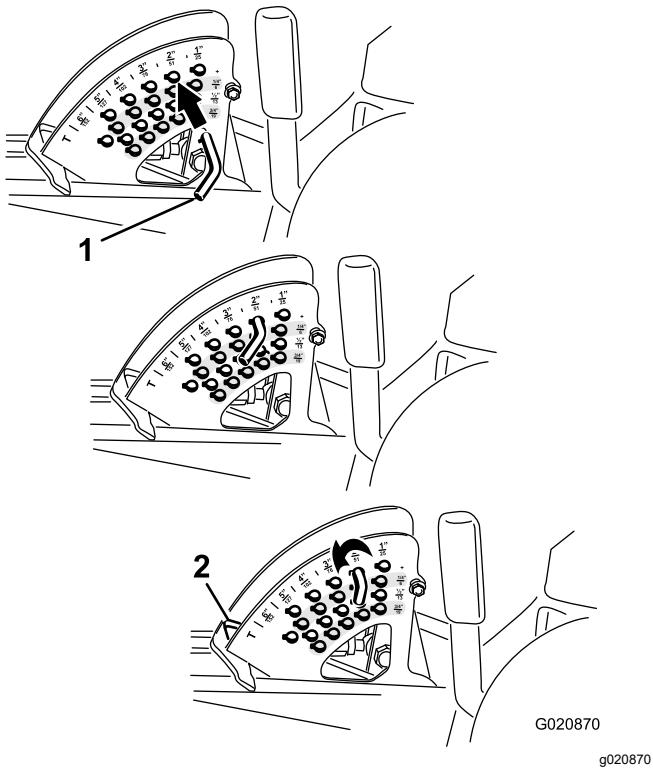

Figura 24
2. Gire el pasador de tope hasta que el pasador cilíndrico que contiene se alinee con las ranuras de los taladros del soporte de altura de corte, y retire el pasador (Figura 24).
3. Seleccione un taladro del soporte de altura de corte que corresponda a la altura de corte deseada, inserte el pasador y gírelo para bloquearlo en esa posición (Figura 24).
Nota: Hay 4 filas de orificios (Figura 24). La fila superior corresponde a la altura de corte impresa encima del pasador. La segunda fila corresponde a la altura impresa más 6 mm ($\frac{1}{4}"). La tercera fila corresponde a la altura impresa más 12 mm ($\frac{1}{2}"). La fila inferior corresponde a la altura impresa más 18 mm ($\frac{3}{4}"). Para la posición de 15.8 cm (6") hay un solo taladro, situado en la segunda fila. Esta posición no añade 6 mm ($\frac{1}{4}$ ") a la altura de 15.8 cm (6").$$$